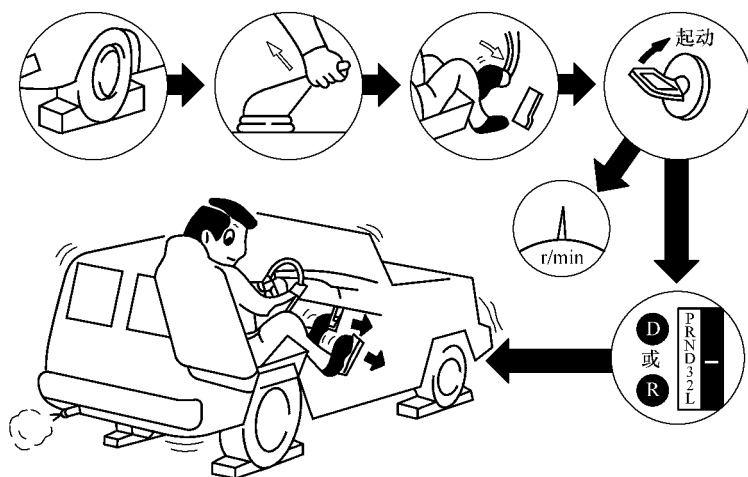

图 13-37 失速试验
(2)换挡时在 N 位应怠速运转 2 ~ 3min,或以 1200r/min 运转 1min,以便润滑油冷却,见图 13-37。